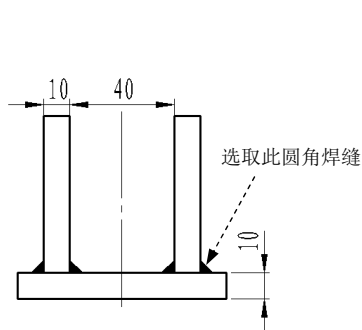

图 9.2.15 选取圆角焊缝
(2) 定义焊接符号属性。
① 在“属性”对话框中选中 ☒ 现场(E) 复选框。
② 单击“属性”对话框中的 **焊接符号(W)...** 按钮，系统弹出“符号”对话框，在“符号”对话框中选择 **填角焊接** 选项，单击 **确定** 按钮，在 **焊接符号(W)...** 按钮前后的文本框中分别输入焊缝宽度值 5 及长度值 90。
(3) 在“属性”对话框的文本框中输入注释 4。
(4) 选取焊接符号边线并放置焊接符号。在视图中选取图 9.2.15 所示的圆角焊缝，在合适的位置单击以放置焊接符号。